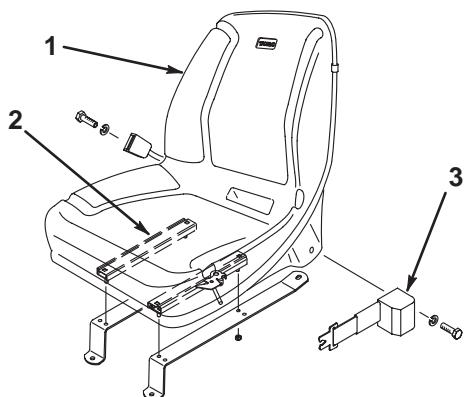

図4
- シートストラップをシートアジャスターに取り付ける (図4: 標準シートの場合にはフランジナット4個を使用、デラックスシートの場合はキャップスクリュ、平ワッシャ、フランジナット各4個を使用、いずれもシートキットの付属部品)。
- 座席左右の穴に、それぞれシートベルトを取り付ける (図4: 標準シートの場合にはボルト2本とロックワッシャを使用、デラックスシートの場合はボルト2本とロックナットを使用)。必要な金具はすべて座席に付属している。